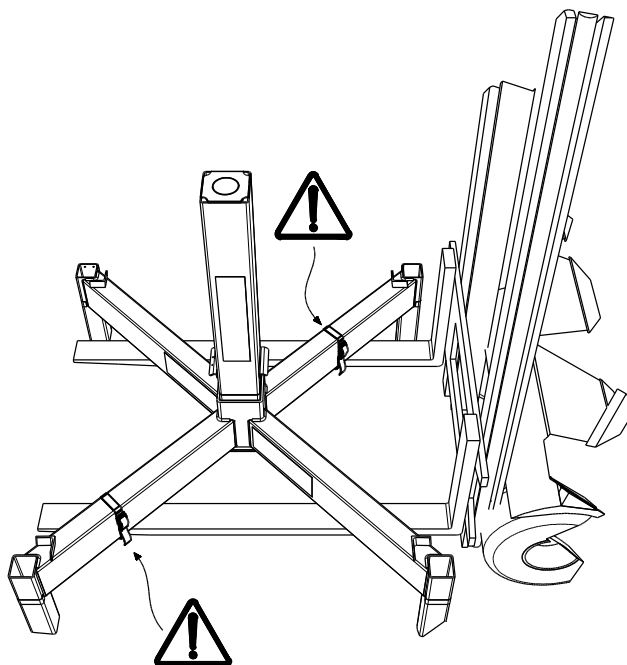

Bild 26. Använd de medföljande Combistrapparna för att säkra Toppkrysset på gafflarna innan lyft.
7. Använd en gaffeltruck, placera gafflarna under Toppkryssets horisontella fyrkantsrör, öka avståndet mellan gafflarna så mycket som möjligt. Vid behov, säkra Toppkrysset med de två medföljande Combistrapparna innan lyft. Combistrapparna ska sitta diagonalt över varje gaffel för att säkerställa ett säkert lyft, se Bild 26. Kom ihåg att Combistrapparna ska dras åt ordentligt.